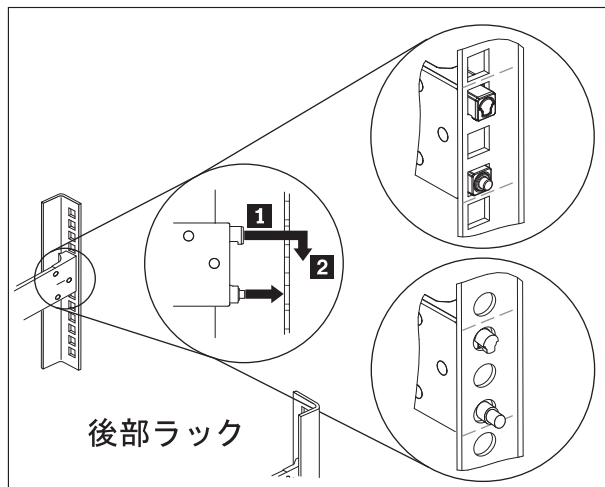

図7. スライド・レールの後端の取り付け
2. 図7 に示すように、スライド・レールの後端を取り付けます。